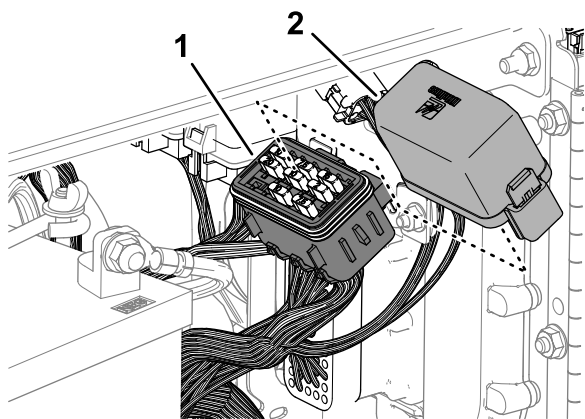

Рисунок 172
2. Снимите крышку с блока предохранителей (Рисунок 172).